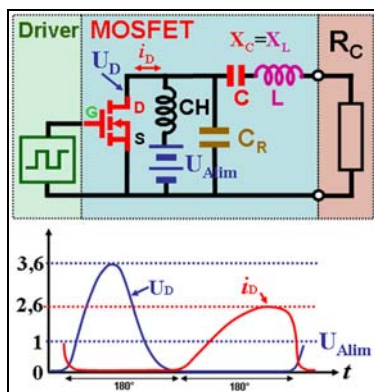

Figure 12 : Principe de la classe E (commutation douce en tension)
C'est une classe D bande étroite mise en œuvre avec un seul composant. Le filtrage en sortie est optimisé pour ne pas avoir de recouvrement tension-courant, même pour un rapport cyclique proche de 50%. Comme pour la classe D, il y a deux montages possibles, mais en pratique un seul est utilisé : la "commutation douce en tension". Voir son schéma de principe sur la figure 12.
Le secret du fonctionnement de la classe E réside dans la capacité réservoir  $C_R$  qui rend la charge réactive. L'avantage de la topologie de la fig. 12, est du au fait que la capacité parasite de CH et la capacité  $C_{DS}$  du transistor sont incluses dans  $C_R$ , comme pour la classe D en mode courant. La capacité réservoir a pour effet de différencier la tension  $V_{DS}$  et d'intégrer le courant drain. Elle constitue avec la résistance de charge une constante de temps qui doit être optimisée pour obtenir un rendement maximum (non recouvrement  $U/I$ ). En conséquence, un émetteur en classe E ne souffre aucune désadaptation de la charge (4).